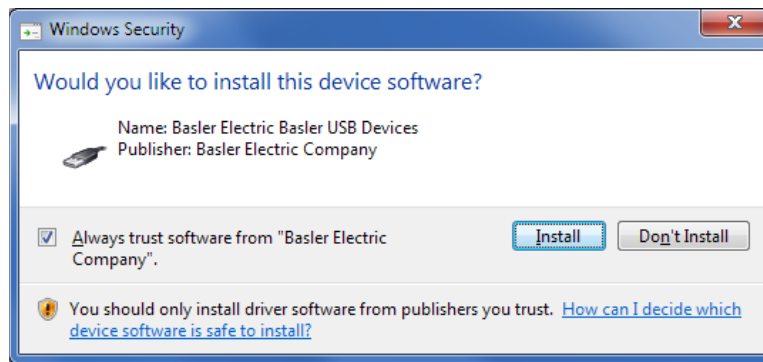

Abbildung 9-6. Windows Security
Schritt 6. Wird ein Windows Security Fenster angezeigt (Abbildung 9-6), klicken Sie auf Installieren.